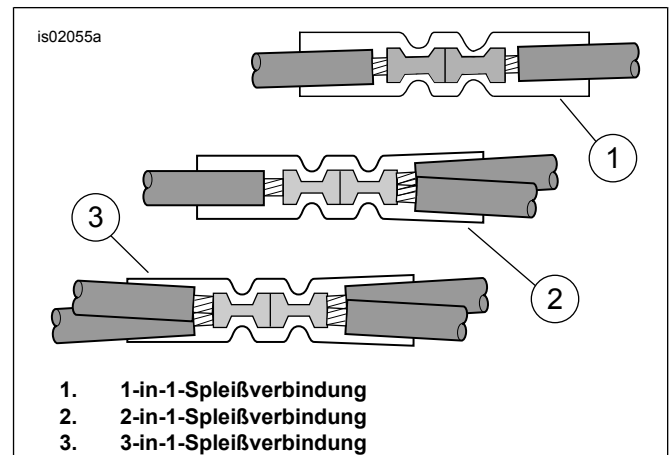

Abbildung 7. Spleißanordnungen
- Siehe Abbildung 22. Einen versiegelten Stoßverbinder (3) aus dem Satz nehmen. Siehe Abbildung 7 >, 2-in-1-Spleißanordnung. Das Stromkabel des Handgriffheizungs-Kabelbaums gemäß den Anweisungen im Anhang des Werkstatthandbuchs mit den orange/weißen Kabeln des Hauptkabelbaums verspleißen.
- Siehe Abbildung 22. Einen versiegelten Stoßverbinder (3) aus dem Satz nehmen. Siehe Abbildung 7 >, 1-in-1-Spleißanordnung. Das Stromkabel des Handgriffheizungs-Kabelbaums gemäß den Anweisungen im Anhang des Werkstatthandbuchs mit dem Adapterkabel verspleißen.
- Siehe Abbildung 22. Einen versiegelten Stoßverbinder (3) aus dem Satz nehmen. Siehe Abbildung 7 >, 2-in-1-Spleißanordnung. Das Stromkabel des Handgriffheizungs-Kabelbaums gemäß den Anweisungen im Anhang des Werkstatthandbuchs mit den zugeschnittenen orange/weißen Kabeln verspleißen.
3. Siehe Abbildung 22. Einen versiegelten Stoßverbinder (3) aus dem Satz nehmen. Siehe Abbildung 7 >, 2-in-1-Spleißanordnung. Das Stromkabel des Handgriffheizungs-Kabelbaums gemäß den Anweisungen im Anhang des Werkstatthandbuchs mit den orange/weißen Kabeln des Hauptkabelbaums verspleißen.
4. Die 2-A-Sicherung (12) aus dem Satz in den Sicherungshohlraum einsetzen, um den Stromkreis zu schließen.